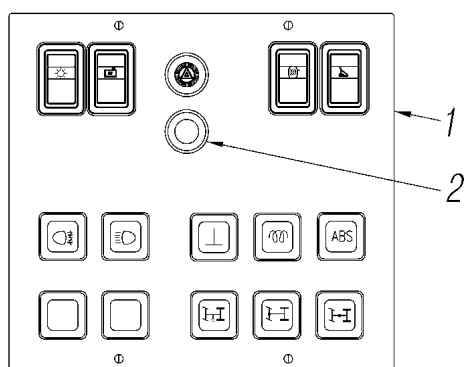

Рис. 78. Установка прику-
**Прикуриватель 24В** устанавливается на щитке выключателей согласно рис. 78.